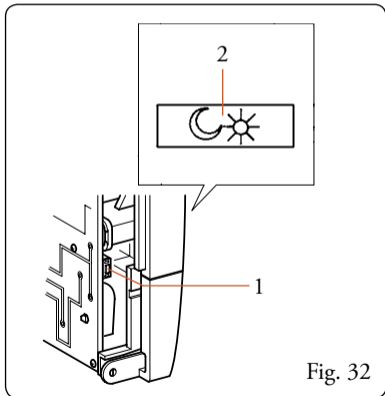

Fig. 32
- 3) Premere il pulsante  (Fig. 32 pos. 2) posto sul frontale del pannello comandi.
- 4) Rilasciare il tasto (Fig. 32 pos. 1) sul display comparirà la scritta "SON".
- 5) Rilasciare il pulsante  (Fig. 32 pos. 2) posto sul frontale del pannello comandi.